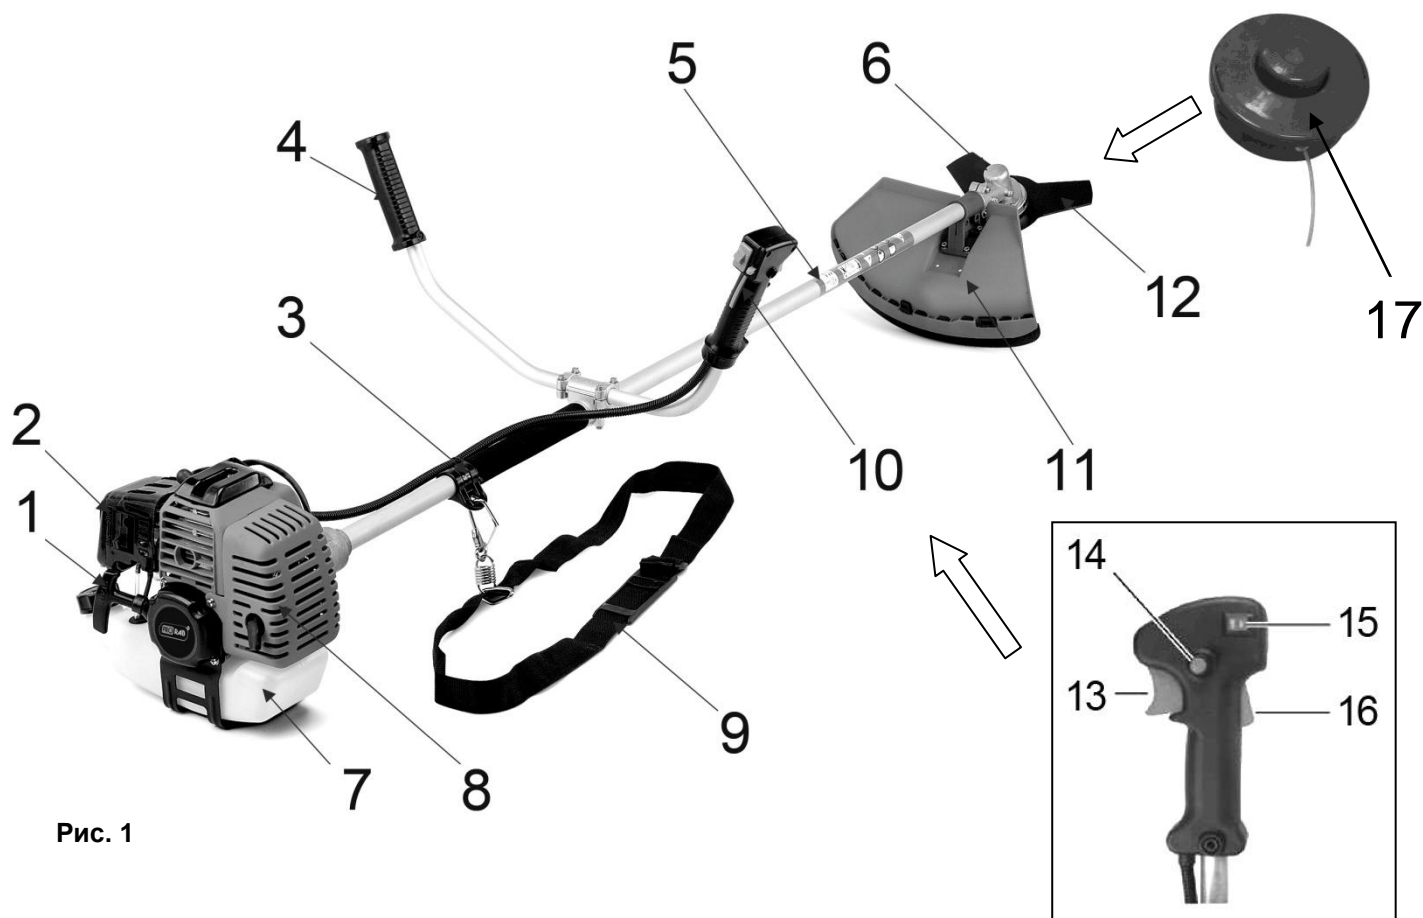

Рис. 1
- Расположите в углубление в средней части штанги рукоятку управления (10) и дополнительную ручку (4)(См. Рис.1).
- Во время работы триммера, обязательно используйте защитный кожух (11)(См. Рис.1). Запрещается эксплуатировать триммер без защитного кожуха!